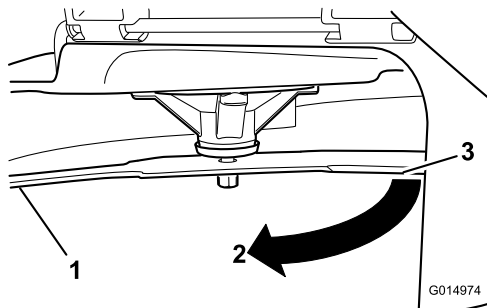

Figura 62
3. Seconda distanza misurata tra la lama e la superficie (B)
4. Ruotate la stessa lama di 180 gradi in modo che il tagliante opposto si trovi ora nella stessa posizione (**Figura 62**).